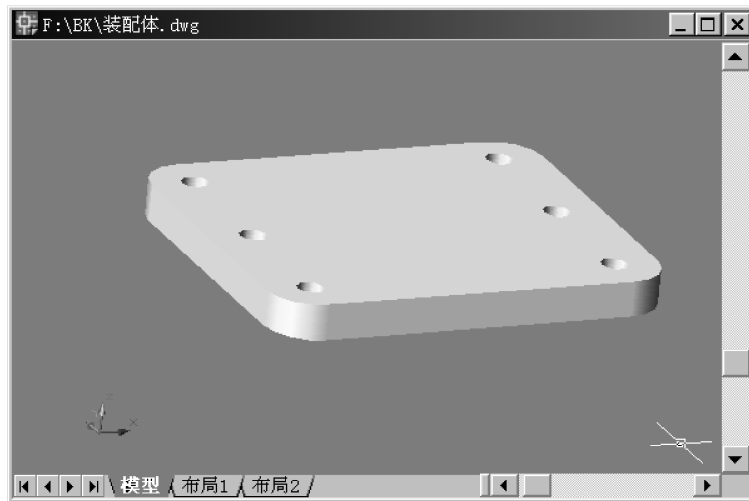

图 5-37 完成后的底板造型
(5) 单击“标准”工具栏→, 将视图变换到如图 5-37 所示的位置。然后单击“修改”工具栏→, 按如下过程将立方体的四条侧面棱边进行圆角。
完成以上绘制工作后, 将着色模式设置为“体着色”, 结果如图 5-37 所示。